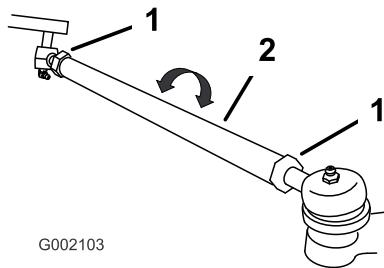

Рисунок 55
7. Если измеренное значение не находится в пределах от 0 до 6 мм, ослабьте зажимные гайки с обоих концов тяг (Рисунок 55).